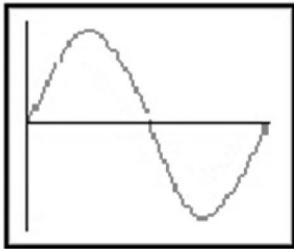

Рис. 1. Нормальна синусоїда з основною частотою 50 Гц
3. У мережах електропостачання через нелінійність навантаження окрім основної, несучої частоти (1-ї гармоніки), з'являються також і додаткові гармоніки 3-тя, 5-та, 7-ма тощо (Рис. 1 і 2).